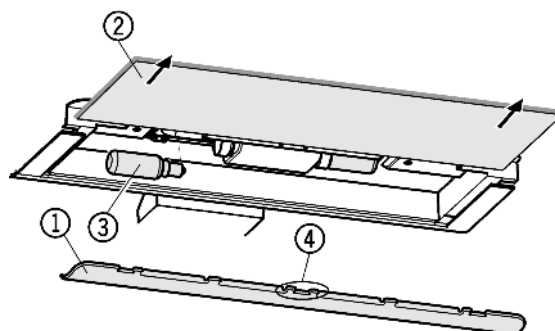

Fig. 34
- Снятие накладки Fig. 34 (1): сзади возьмитесь пальцем за накладку и снимите её с фиксатора.
- ▶ Извлеките стеклянную полку Fig. 34 (2).
- ▶ Лампу накаливания Fig. 34 (3) заменить.
- ▶ Установка накладки на место: защелкните справа и слева, следя за тем, чтобы средний крюк Fig. 34 (4) захватил стеклянную полку.